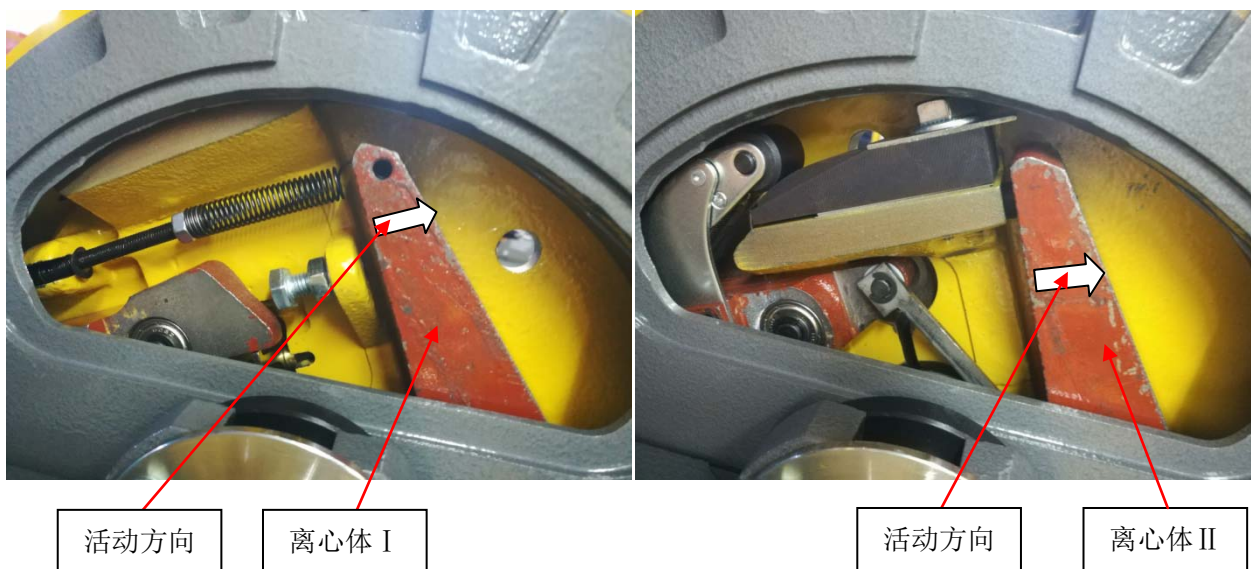

图 8(操作时小心夹手)
3.8 人为操作活动离心体运动副，确保注油后离心体转动灵活。详见图 8 所示；